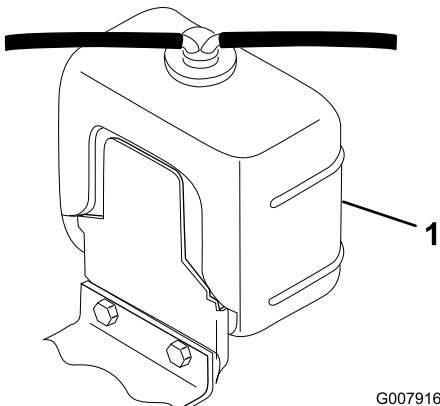

図 31
1. ラジエターと補助タンクのふた 図 31 を注意深く開ける。
2. ラジエターと補助タンク 図 31 の液量を点検する